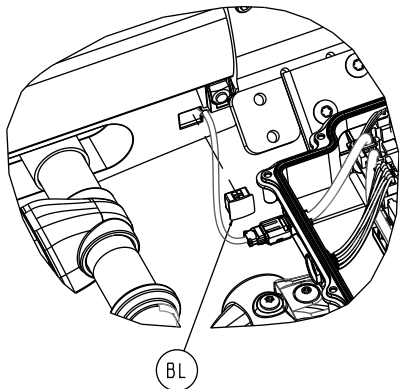

Figure 108 – Retirer le bouchon pour trou
8. À l'aide d'un outil à pointe, retirer le bouchon pour trou (BL) du capteur MTS à l'arrière du bloc coulissant (Figure 108). Conserver le bouchon pour trou.